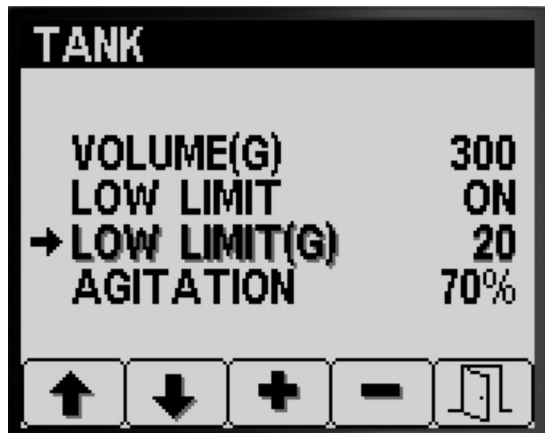

Figura 14
1. Apăsai butonul 1 sau 2 pentru a naviga la opțiunea pentru volum LOW LIMIT (limită scăzută) (Figura 14).
2. Apăsai butonul 4 pentru a selecta intrarea pentru volum LOW LIMIT (limită scăzută) (Figura 14).
3. Apăsai butonul 3 sau 4 pentru a crește sau a scădea volumul limită la care indicatorul de limită este afișat în InfoCenter (Figura 14).